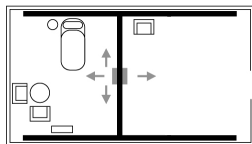

Afbeelding 1–5: De trolley in de lifteenheid vastzetten.
- Bevestig de houder voor het oplaadstation aan wand/vrijstaand railsysteem, Afbeelding 1. De aanbevolen hoogte is 110–120 cm vanaf de vloer.
- 1) Stel de oplaadpunten in voor opladen via de rail, de oplaadplaat is hierbij niet vastgezet met veerstiften, zie Afbeelding 1. Om de oplaadpunten in te stellen voor opladen via de rail, verwijdert u de veerstiften waarmee de oplaadplaat vastgezet is. Vervolgens wordt de DIP-schakelaar op de printplaat ingesteld op de gewenste oplaadfunctie.
- 1) Controleer of de oplaadpunten zijn ingesteld voor het oplaadstation, de oplaadplaat is hierbij vastgezet met veerstiften, zie Afbeelding 1.
De uitgang voor de handbediening zit onder op de lifteenheid, Afbeelding 1. Druk de stekker stevig vast.
**Inschakelen van de noodstop:** Trek stevig aan het rode noodkoord en laat het los, zie Afbeelding 1.